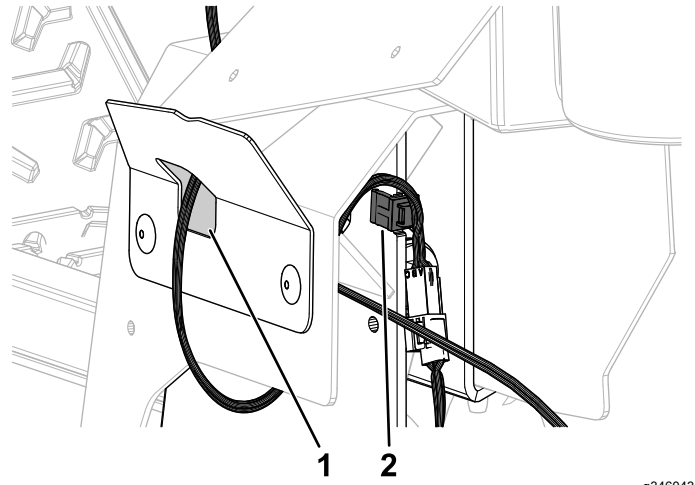

Figure 8
2. Faites passer le faisceau du levier de commande de déplacement par le trou dans la plaque de protection gauche (Figure 8).
3. Fixez le faisceau dans le cran dans la plaque de commande de déplacement gauche (Figure 8).